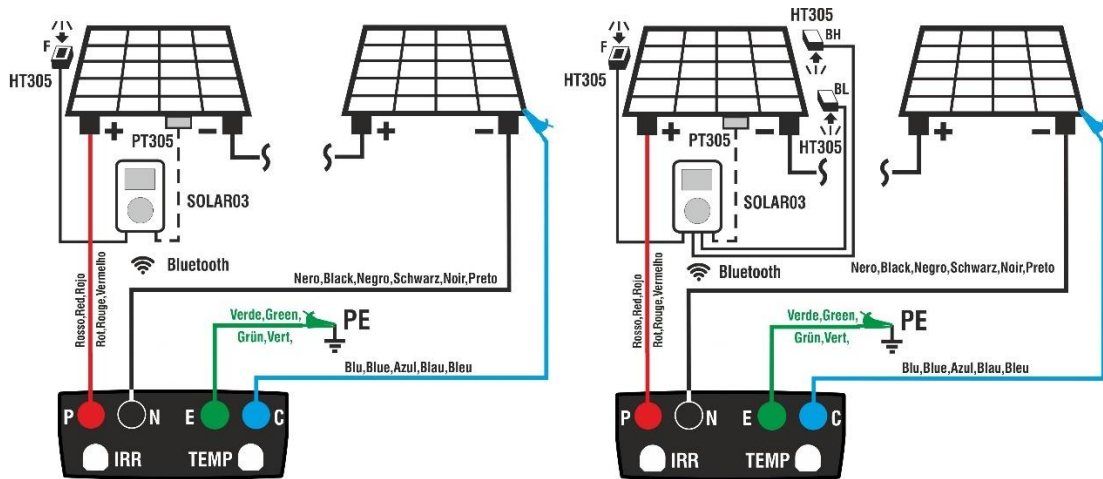

Fig. 13: Conexión con SOLAR03 en conexión directa sobre módulos Mono/Bifaciales
3. Conecte el instrumento al módulo/string en pruebas y eventualmente al nodo principal de tierra de la instalación y a las masas metálicas puestas a tierra como se muestra en Fig. 13. En particular:
- **En el caso de módulos Bifaciales** → posicione las **3 células de referencia HT305** sobre el plano frontal del módulo (**F**), sobre la parte superior trasera (**BH=BackHigh**) y sobre la parte inferior trasera (**BL=BackLow**) del módulo. Conecte la célula de referencia frontal (F) en la entrada “**INP1**”, la célula de referencia BH en la entrada “**INP2**”, la célula de referencia BL en la entrada “**INP3**” y **eventualmente** la sonda de temperatura **PT305** en la entrada “**INP4**” de la unidad remota. De acuerdo con la norma IEC/EN60904-1-2, el instrumento calcula el valor de irradiancia frontal equivalente ( $Irr_{eq}$ ) que corresponde a la irradiancia en el plano frontal produciendo los mismos efectos que la irradiancia detectada en ambas caras teniendo en cuenta el coeficiente de bifacialidad ( $\varphi$ ) del módulo según la siguiente relación: